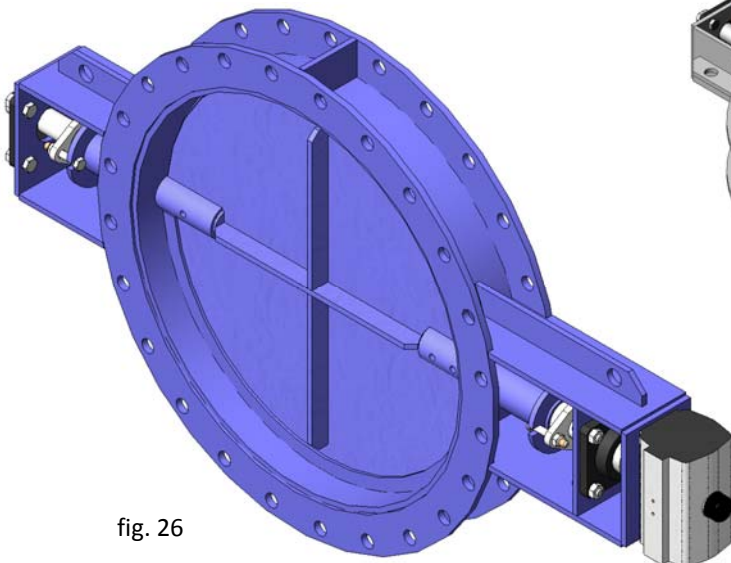

fig. 26
- ¼ Turn pneumatic cylinder (fig. 26) *